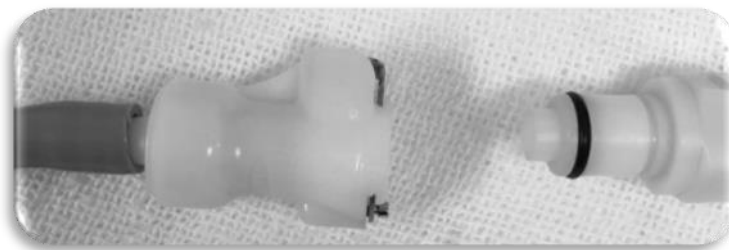

Figura 9 - Conexão de drenagem
- Esvaziamento utilizando a bomba do sistema: Para esvaziamento do reservatório, conectar o adaptador de mangueira fêmea (fornecido juntamente com o Spartacool®) à mangueira proveniente da bolsa com o conector macho (Figura 9). Ligar o sistema até o completo esvaziamento do reservatório. Qualquer volume residual que persista no reservatório, escoar em uma pia.